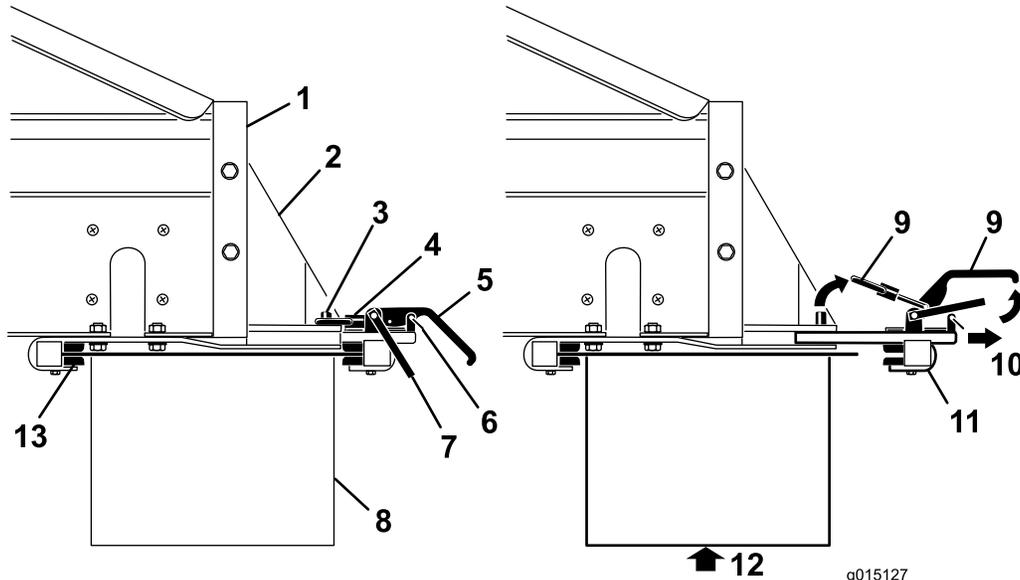

Figura 15
1. Retire los seguros de los cierres de seguridad de las palancas de apriete (Figura 15).
2. Levante el cierre de seguridad, luego levante las palancas de apriete del accesorio y libere los anillos de bloqueo de los pasadores de bloqueo (Figura 15).
3. Deslice la abrazadera trasera de acoplamiento del accesorio hacia fuera para liberarla de las ranuras de acoplamiento rápido (Figura 15).
4. Con la ayuda de otra persona, introduzca el borde delantero del accesorio opcional arriba y debajo de la parte trasera de la máquina en las abrazaderas delanteras de los soportes (Figura 15).
5. Mientras se apoya el accesorio opcional, vuelva a colocar la abrazadera trasera del accesorio en las ranuras de los soportes y sobre el borde trasero (Figura 15).
7. Instale los seguros de los cierres de seguridad en las palancas (Figura 15).